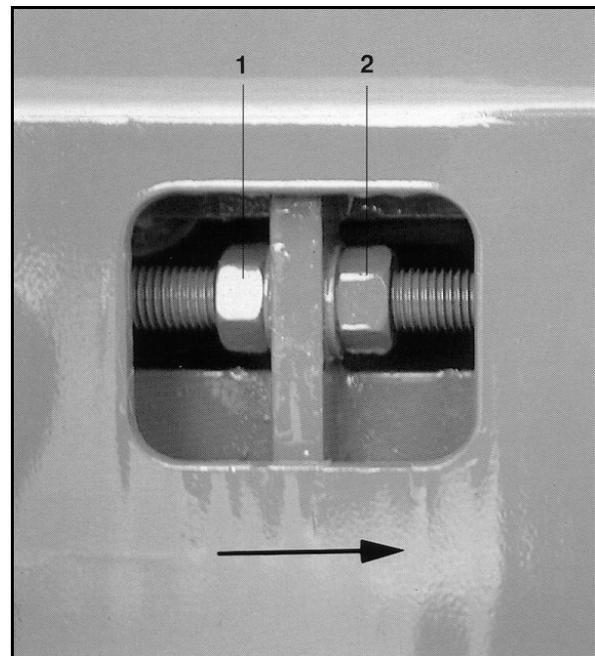

Рис. 90
1. Если смотреть в направлении движения (смотрите направление стрелки) открутите с обеих сторон контргайки (Рис. 90/1), левое вращение.
2. Если смотреть в направлении движения (смотрите направление стрелки) с обеих сторон равномерно проверните шестигранные гайки (Рис. 90/2) против часовой стрелки.
Ход регулировки шестигранной гайки (Рис. 90/2) с обеих сторон ленточного транспортера должен быть одинаковым. Обе шестигранные гайки (Рис. 90/2) не проворачивать более чем на 1/2 поворота ключа. Затяните контргайки и проверьте, равномерно ли движется транспортерная лента.